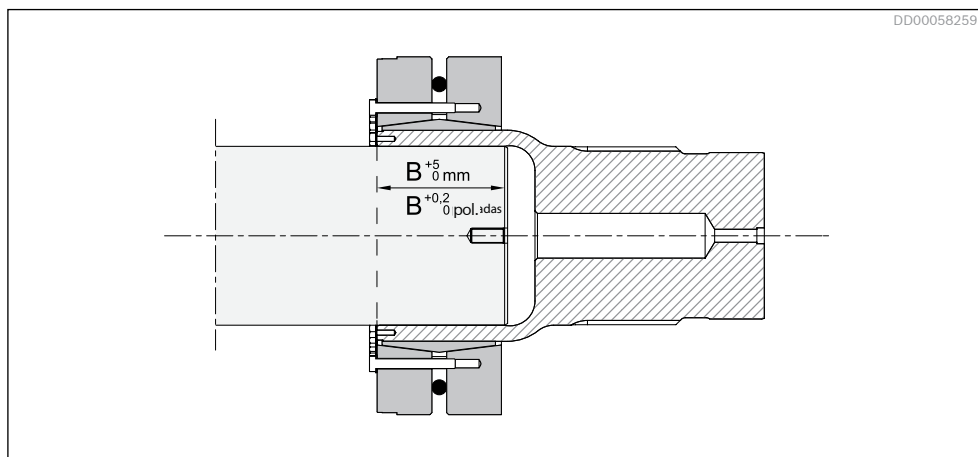
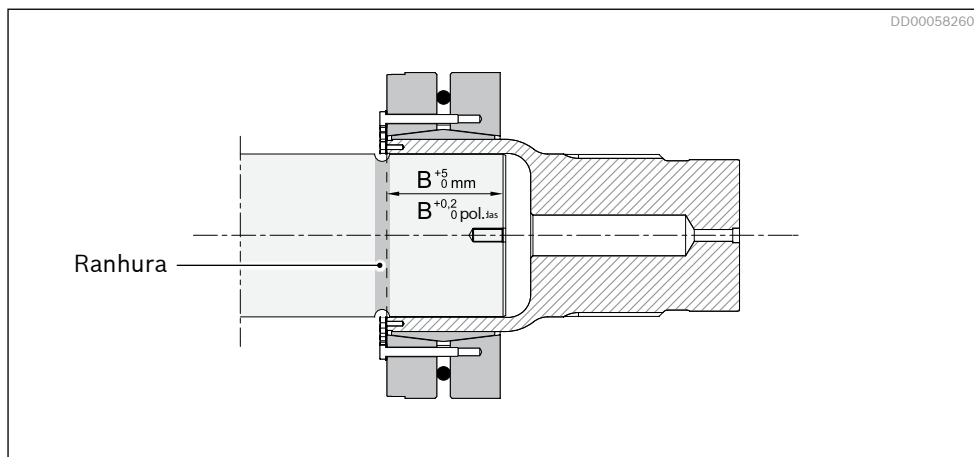
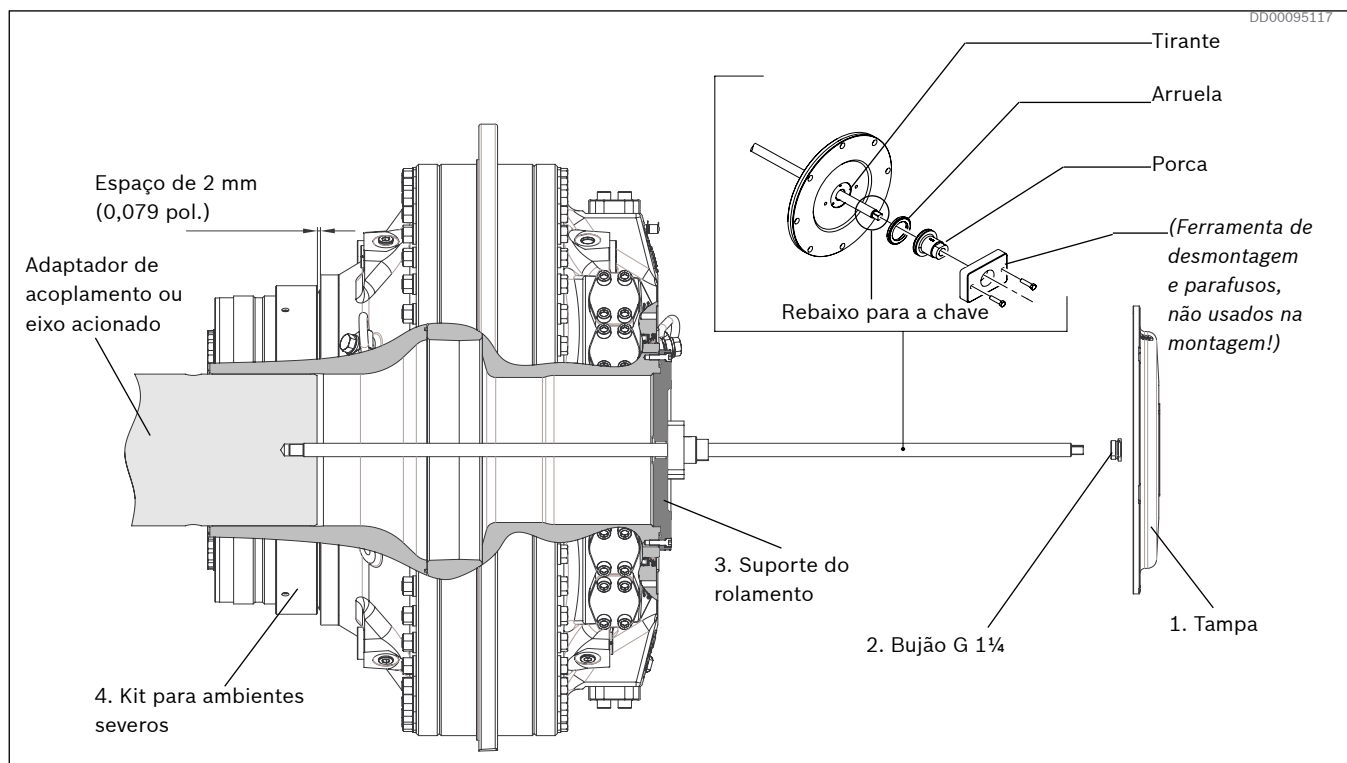

Fig. 42: Eixo acionado sem ranhura para alívio de tensão
Fig. 43: Eixo acionado com ranhura para alívio de tensão
Fig. 48: Montagem do motor de acoplamento com a ferramenta de montagem
5. Puxe o adaptador de acoplamento no eixo girando a porca na ferramenta de montagem até o comprimento de aperto indicado (comprimento B, consulte a *Fig. 42* e *Fig. 43* e *Tabela 14*).
O motor pode ser montado no eixo acionado com ou sem ferramenta de montagem. No entanto, a utilização da ferramenta é recomendada, pois ela facilita o trabalho. Certifique-se de que o comprimento de aperto total seja utilizado, por exemplo, ao medir e marcar o eixo acionado. Esta instrução é de particular importância se o eixo acionado contiver uma ranhura para alívio de tensão. Consulte a *Fig. 42*, *Fig. 43* e *Tabela 14*.
1. Remova a tampa (1) juntamente com os parafusos e arruelas.
2. Remova o bujão G 1¼ (2).
4. Instale a ferramenta de montagem por meio de passar o tirante através do centro do motor e aparafusá-lo no eixo acionado com uma chave no rebaixo para a chave existente na extremidade da ferramenta de montagem. Instale a arruela e depois a porca firmemente no suporte do rolamento (3). Consulte a *Fig. 48*.
5. Puxe o motor sobre o eixo, girando a porca na ferramenta de montagem até o comprimento especificado na *Tabela 14* ser atingido; consulte a *Fig. 42* e *Fig. 43*.
8. Monte novamente o bujão G 1¼ (2).
9. Monte novamente a tampa (3) e aperte os parafusos com as arruelas. Torque 81 Nm (59 lbf·ft).
10. Ajuste o kit rígido (4) de acordo com a *Fig. 48* e aperte os parafusos de parada M10 gradualmente de forma cruzada a 25 Nm (18 lbf·ft).
11. Verifique a folga de acordo com a *Fig. 48* após o teste
6. Certifique-se de que o comprimento de aperto total seja utilizado, por exemplo, ao medir e marcar o eixo acionado. Esta instrução é de particular importância se o eixo acionado contiver uma ranhura para alívio de tensão. Consulte a *Fig. 42*, *Fig. 43* e *Tabela 14*.